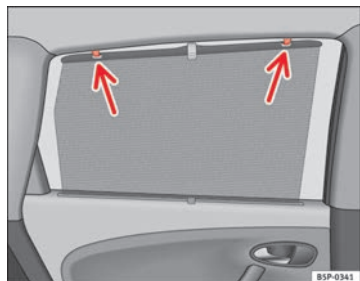

Fig. 82 Store de porte arrière
- Tirez le store et attachez-le aux crochets situés sur la partie supérieure de la porte ⇒ fig. 82.